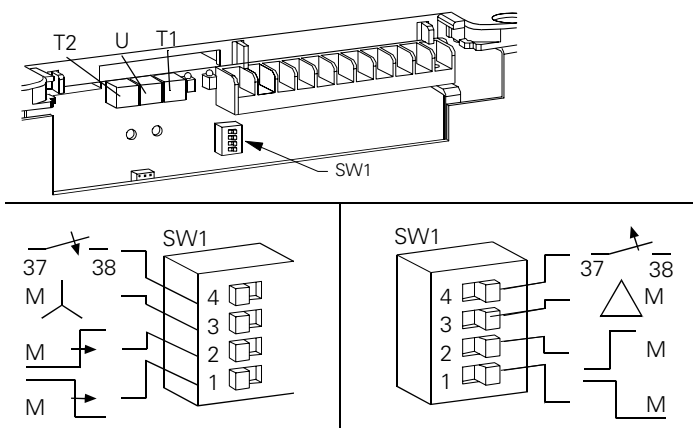

Figure 20 : Eléments de configuration
Les éléments de configuration, qui se trouvent du côté droit du démarreur, sont accessibles capot en place. Ces éléments de configuration sont les suivants (figure 20) : trois potentiomètres, T1, Um et T2, et le commutateur multiple SW1. Le tableau 5 donne les valeurs de réglage des potentiomètres. Ceux-ci se règlent à l'aide d'un petit tournevis. Tourner en sens horaire pour augmenter, et en sens inverse pour diminuer.
**T1 - Temps de démarrage.** Ce potentiomètre à 16 positions définit le temps de montée (rampe d'accélération) de 0,5 à 60 secondes. Il s'agit du temps que met la tension à passer de sa valeur initiale (U) à la tension du réseau.
**T2 - Temps d'arrêt.** Ce potentiomètre à 16 positions définit le temps de rampe de décélération, de 0,5 à 60 secondes. Il s'agit du temps que met la tension pour passer de la tension du réseau à la tension initiale (U).
**SW1 - Commutateur multiple.** Ce bloc comprend quatre micro-interrupteurs qui fournissent au logiciel du démarreur les paramètres correspondant à l'application. Comme le montre la figure 20, le réglage s'effectue en faisant coulisser chaque interrupteur à gauche ou à droite (en haut ou en bas si le démarreur est monté verticalement). Sur les schémas de câblage du paragraphe 6, la position de chaque interrupteur est indiquée par une flèche orientée vers la gauche ou la droite.